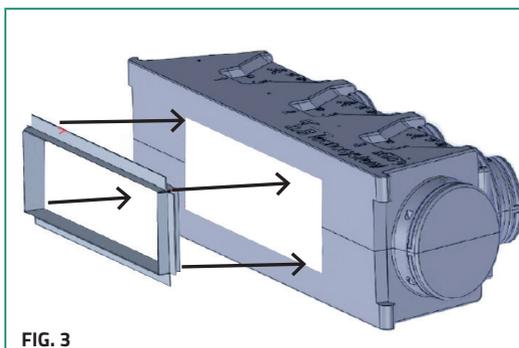

FIG. 3
3. Spalmare la colla in dotazione all'interno dei profili in alluminio e fissarli in corrispondenza della bocca, battendo con l'ausilio di un martello in modo da farli aderire bene al plenum. Verificare che le dimensioni della bocca di innesto sovrappongano le dimensioni esterne della flangia di mandata della macchina canalizzata. Attendere circa un minuto per far aderire la colla e proseguire quindi con il montaggio (Fig.3).
3. Spread the glue supplied inside the aluminium profiles and affix to the nozzle, using a hammer to make a solid join to the plenum box. Check that the size of the connection nozzle is greater than the external size of the supply flange of the channelled machine. Wait approx. 1 minute for the glue to go off (Fig. 3).